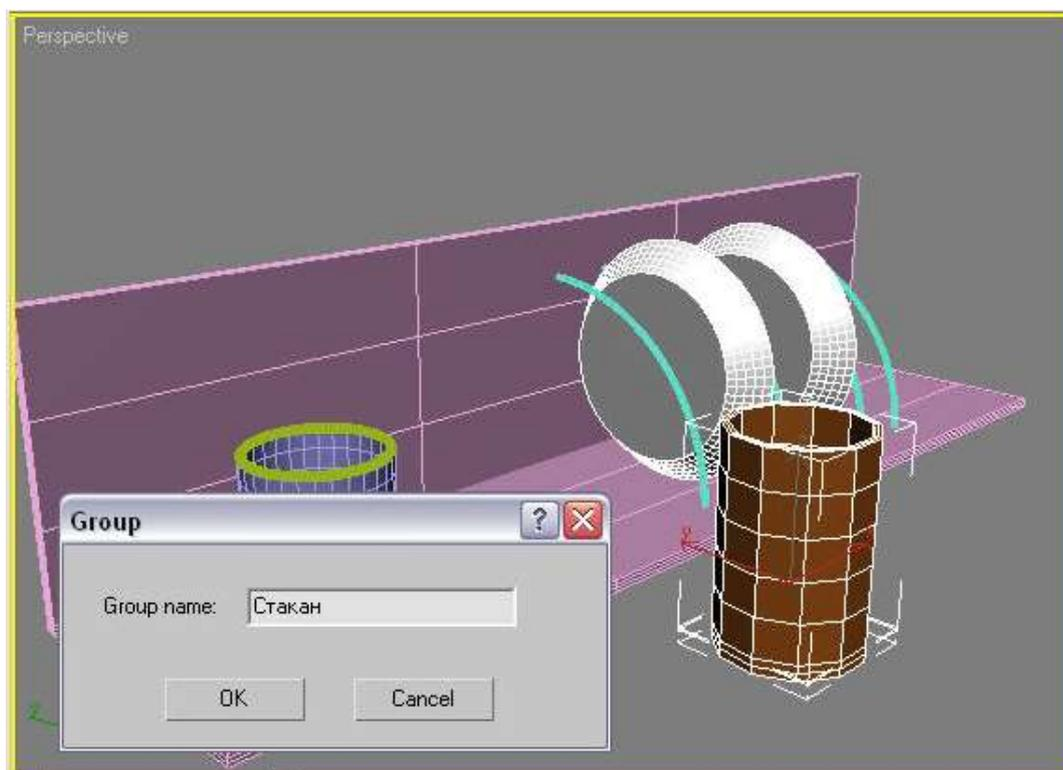

Рис. 21 – Создание группы объектов Стакан
4. Сгруппируйте два созданных объекта, чтобы в дальнейшем можно было легко работать с ними. Для этого, выделив оба объекта, выполните команду **Group** → **Group** (**Группировать** → **Группировка**). В диалоговом окне **Group** (**Группировка**) укажите название группы в поле Group name (Название группы), например Стакан (рис. 21).